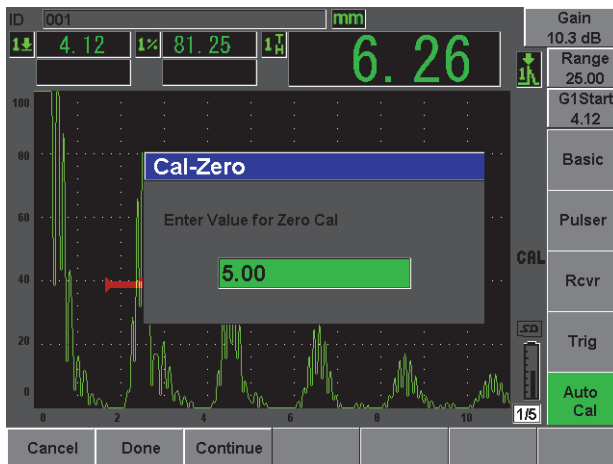

图 2-15 校准零位数值
6. 按 **Cal-Zero**（校准零位） [参见第 46 页的图 2-15]。